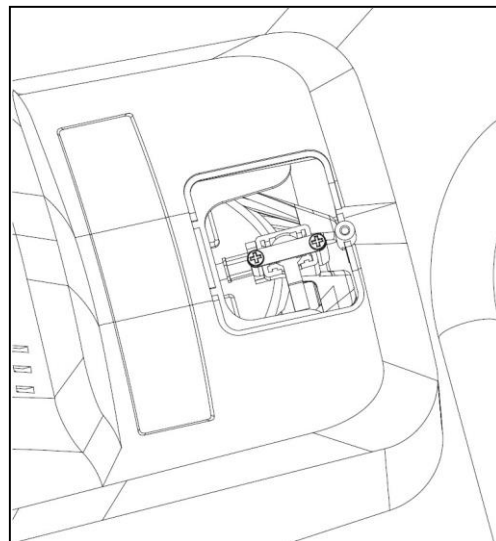

Fig. 6
2. Deșurubați șurubul cu cap Phillips din carcasă și deschideți capacul periei de cărbune (Fig. 6).
3. Deșurubați cele două șuruburi Phillips mici din interior (Fig. 6) pentru a scoate periile de carbon.